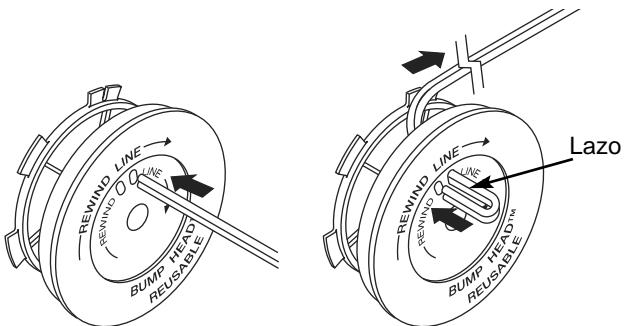

Fig. 20
8. Tome aproximadamente 2,5 m (8 pies) de nueva lnea de corte. Inserte un extremo de la lnea a travs de uno de los orificios del carrete interior (Fig. 20). Pase la lnea a travs del carrete interior hasta que queden slo 4 pulgadas fuera.
9. Inserte el extremo de la lnea en el orificio abierto del carrete interior y tire de la lnea en forma ajustada a fin de que el lazo sea lo ms pequeo posible (Fig. 20).